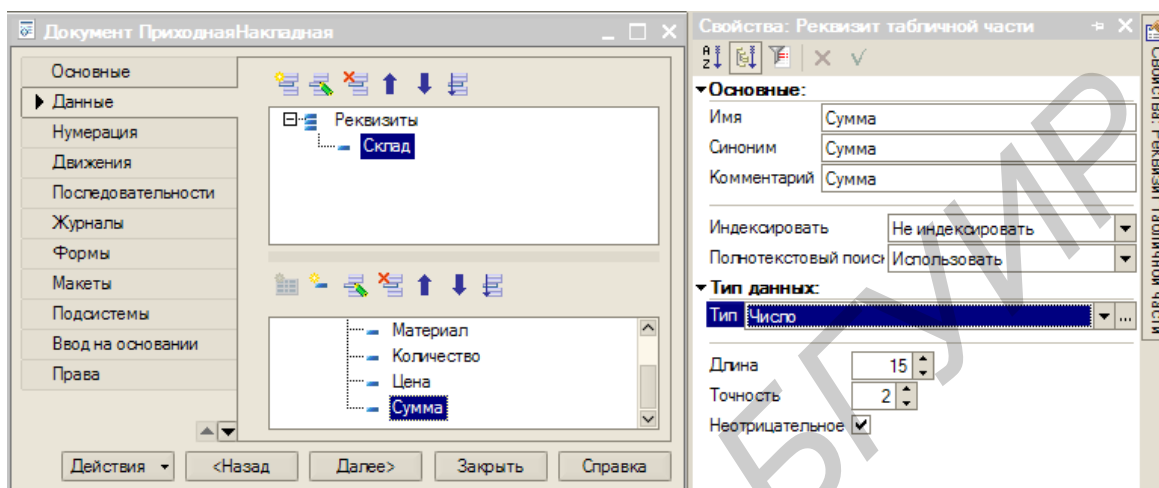

Рис. 5.2. Добавление табличной части
2. Добавьте табличную часть с именем «Материалы» и создайте у нее четыре реквизита (рис. 5.2):